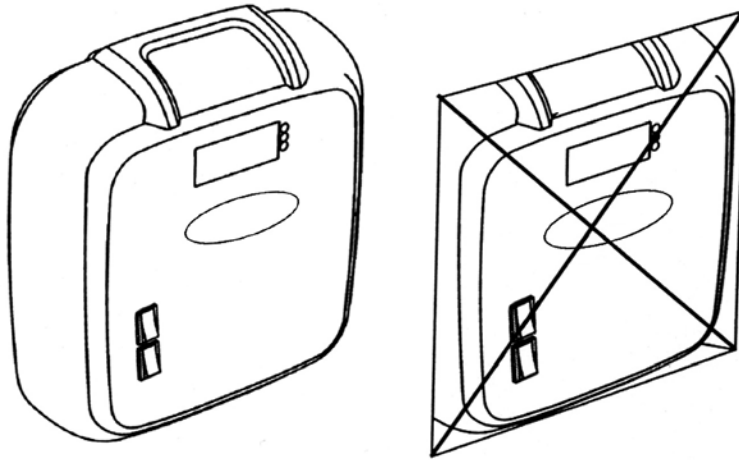

Рисунок 3. Не можна встановлювати блок керування в нішу стіни.
- Не можна встановлювати блок керування в нішу стіни. Рисунок 3.